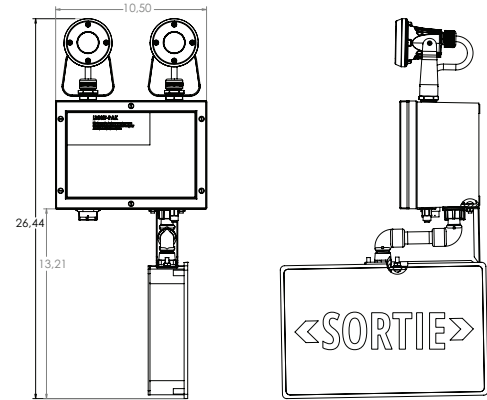

Figure 7. UX72SDHAZ
- UX72SDHAZ – Enseigne de sortie à DEL double pour emplacements dangereux de série UX (voir la figure 7)